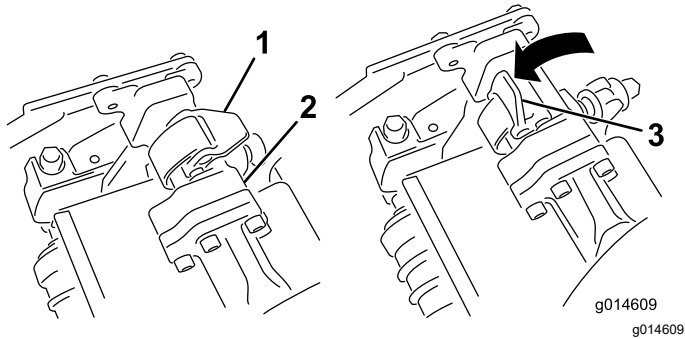
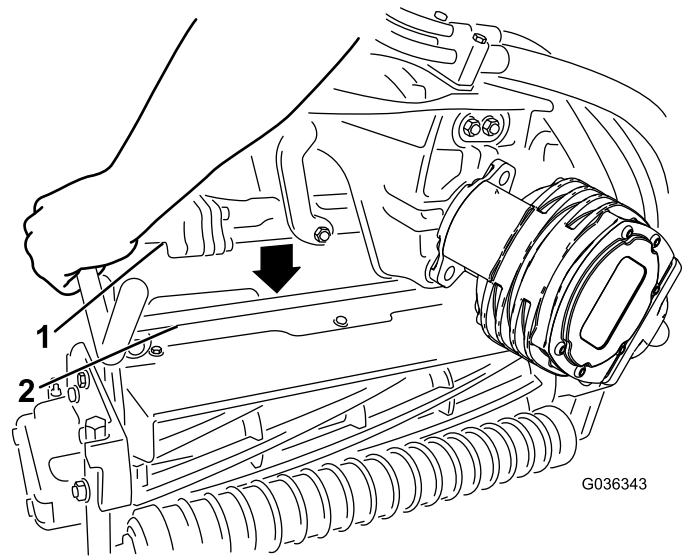

Figura 62
Figura 63
4. Con los enganches del brazo de suspensión orientados hacia arriba (es decir, abiertos (Figura 62), empuje hacia abajo el brazo de suspensión de modo que la barra encaje en la barra situada en la parte superior de la unidad de corte (Figura 63).
5. Presione los enganches hacia abajo alrededor de la barra de la unidad de corte y bloquéelas (Figura 62).
5. Abra los enganches de la barra del brazo de suspensión de la unidad de corte que está retirando (Figura 62).